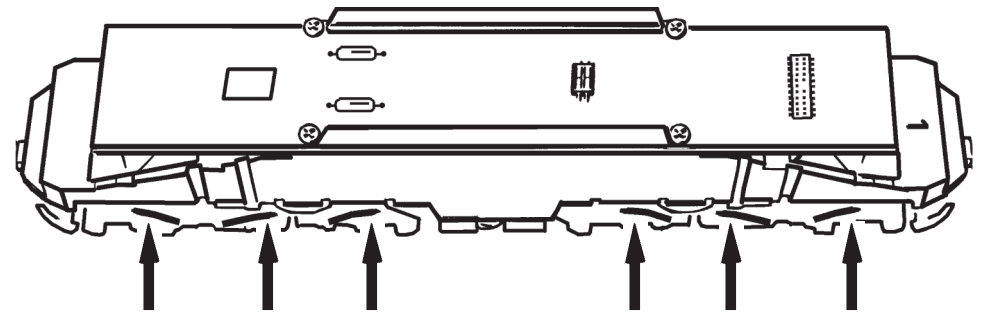

Fig. 11
**Ausführung für Wechselstrom:** siehe Fig. 11
**A.C. operation:** see fig. 11
**Växelströmsversion:** se fig. 11